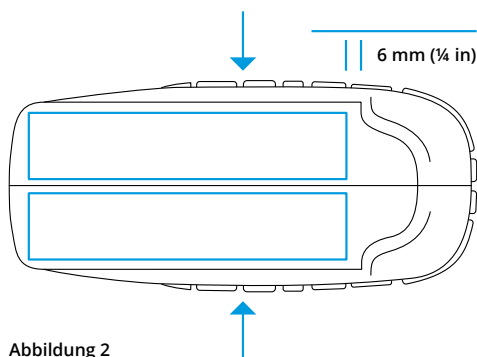

Abbildung 2
1. Tragen Sie einen dünnen Film Cyanacrylat Sekundenkleber auf die Klebefläche der Gummisohle auf. Der Kleber sollte 6 mm (¼ Zoll) von der Kante der Zehenaussparungen entfernt sein, siehe Abbildung 2.
3. Drücken Sie die beiden Hälften der Gummisohle in der durch die Pfeile in Abbildung 2 gezeigten Richtung zusammen.